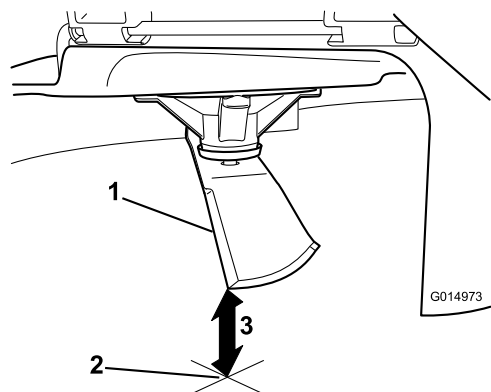

Figura 58
5. Mida desde la punta de la cuchilla hasta la superficie plana (Figura 58).